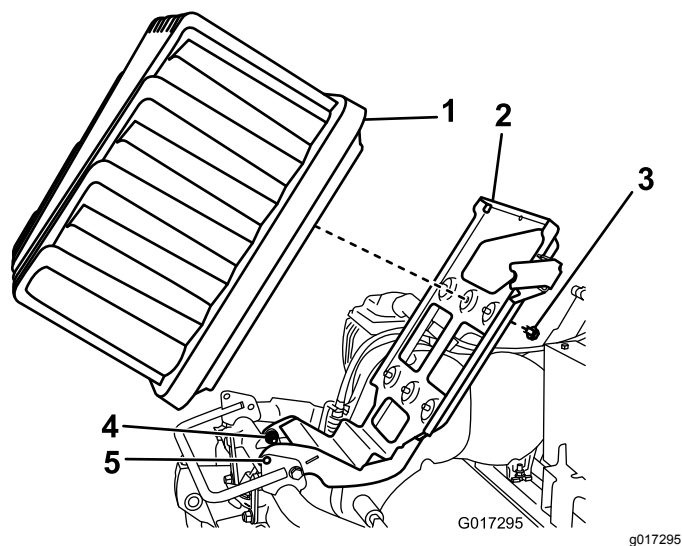

Рисунок 13
5. Ослабьте каждый из двух болтов/гаек оси поворота на пол-оборота (Рисунок 13).
6. Поднимите платформу аккумуляторной батареи, чтобы совместить отверстия фиксации в основании и раме (Рисунок 13).